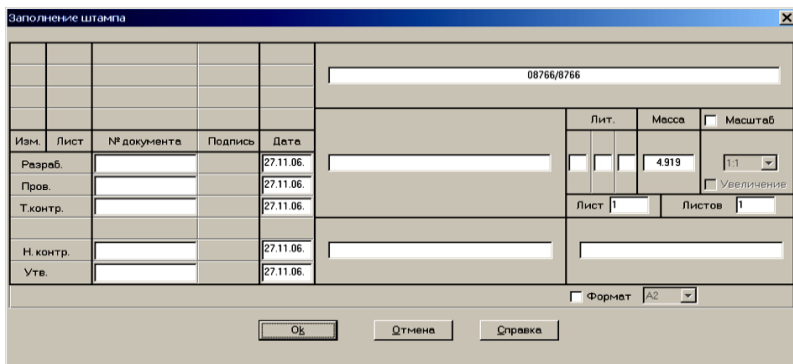

Рис. 9
**Заполнение основной надписи.** Двойным щелчком левой кнопкой мыши в области основной надписи чертежа (меню *Данные/Штамп...*) открываем диалоговое окно «Заполнение штампа» (рис. 9), в полях ввода которого можно указать фамилии исполнителей и дату, а также выбрать масштаб чертежа, формат чертежа и т.д.